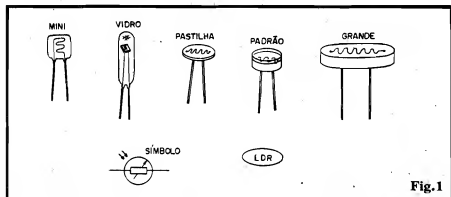

Fig.1
- FIG. 1 - OS LDRs (RESISTORES DEPENDENTES DA LUZ)
termos práticos, é isso mesmo o que ele "faz": eletricamente pode ser considerado como um simples resistor, não polarizado, ou seja: um componente que opõe um obstáculo ou "freio" à livre passagem da Corrente. A sua reação à LUZ determina, contudo, uma variação proporcional no seu valor ôhmico, de modo que QUANTO MAIS LUZ RECEBE SUA SUPERFÍCIE SENSORA, MENOR FICA SUA RESISTÊNCIA (e vice-versa...). São muito amplas as gamas de variação do valor ôhmico em função da luminosidade, mas em situações extremas, existem LDRs que assumem valores de vários Megohms sob completa escurecimento, e outros que, sob LUZ intensa podem mostrar Resistência tão baixa quanto algumas dezenas de Ohms... Normalmente são componentes de baixa Potência, ou seja: capazes de dissipações muito pequenas, e assim não podemos cobrar deles o manejo de "Watts" (quando muito alguns miliwatts...). Podem ser encontrados em vários tamanhos, modelos, sensibilidade e faixas ou curvas de reação... A fig. 1 mostra alguns dos modelos mais comuns, em suas aparências externas, juntamente com o símbolo esquemático adotado para representá-lo nos diagramas de circuitos...